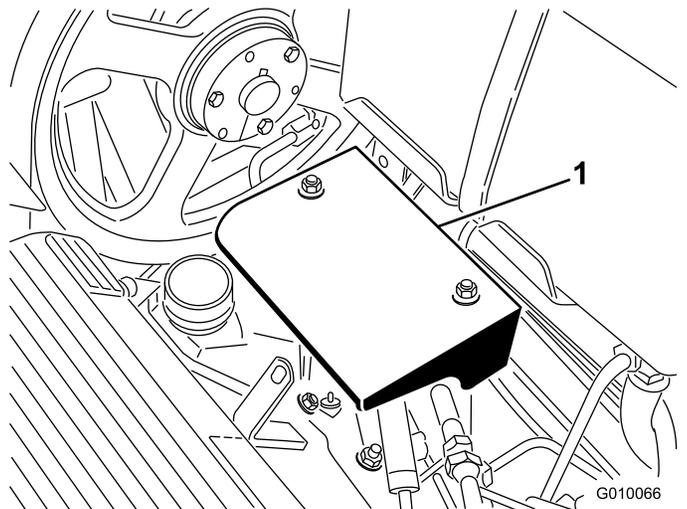

Bild 58
3. Entfernen Sie die beiden Befestigungsmuttern des Pumpenschutzblechs und nehmen Sie das Schutzblech ab (**Bild 58**).